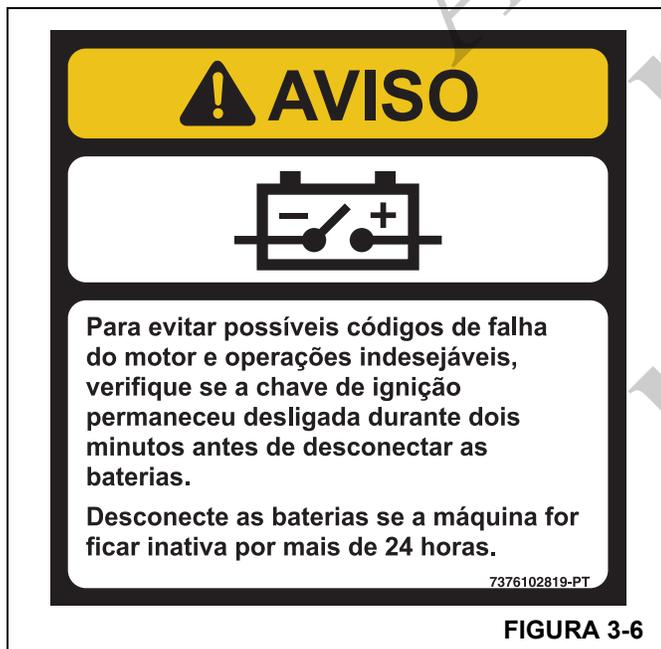

FIGURA 3-6
3. Conecte os cabos aos terminais das baterias, começando com os terminais negativos (Figura 3-6)